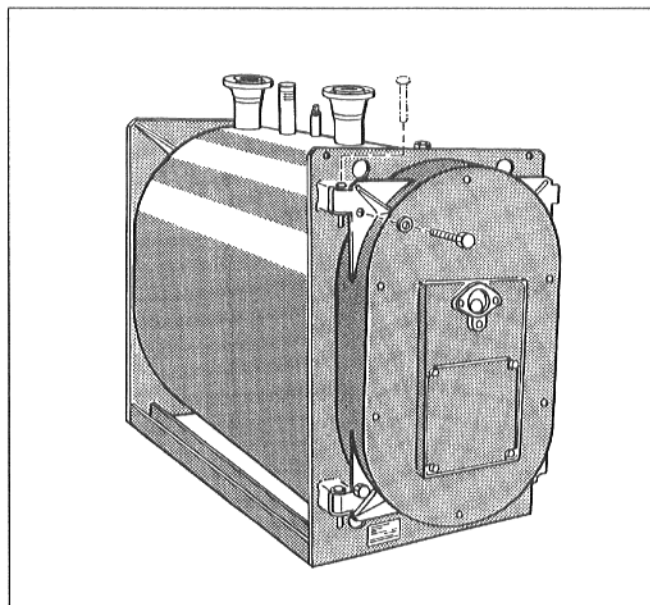

Рис. 5
- Вынуть оба шарнирных болта по направлению вверх и вставить их с противоположной стороны (Рис. 5).